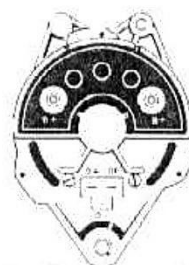

fig. 36 — alternador Bosch tipo K-1 — visto por trás
A identificação dos terminais do alternador é feita por meio de números e letras conforme ilustra a fig. 36.
1 — Soltar as porcas dos parafusos-terminais B+ e levantar a chapa dos diódos positivos (vide fig. 36).
- 7 — Desconectar o condutor D+ (vide fig. 36) e os diodos de excitação. Soltar os parafusos de fixação da mola e do porta-escovas. Remover o porta-escovas.